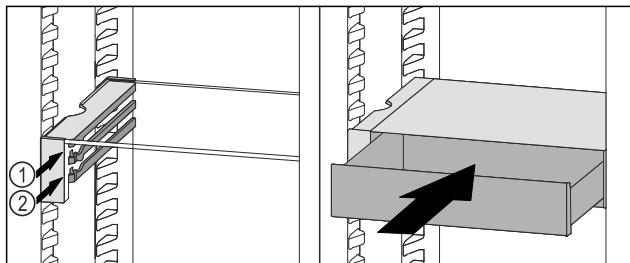

Fig. 121
- Поставете чекмеджето на VarioSafe зад ограничителите върху желаното ребро Fig. 121 (1) или Fig. 121 (2).